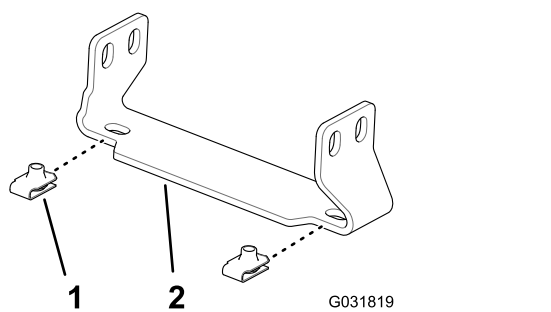

Figura 152
1. Montate i 4 dadi a clip (N. cat. Toro 94-2413) sulle 2 staffe di supporto della copertura della sezione centrale (N. cat. Toro 131-3703-03), come illustrato nella Figura 152.